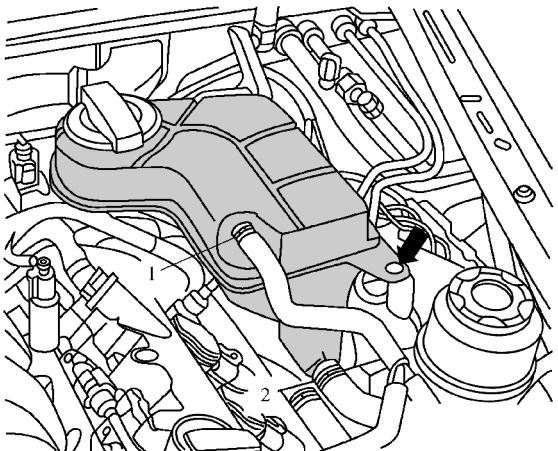

图 1-5-55 松开并拆下冷却液补偿罐
- (1) 拆下后部发动机罩。
- (2) 松开并拆下冷却液补偿罐, 如图 1-5-55 箭头所示。
的插接器并将冷却液补偿罐及连接的冷却液软管 1 和 2 放到一侧,如图 1-5-55 所示。